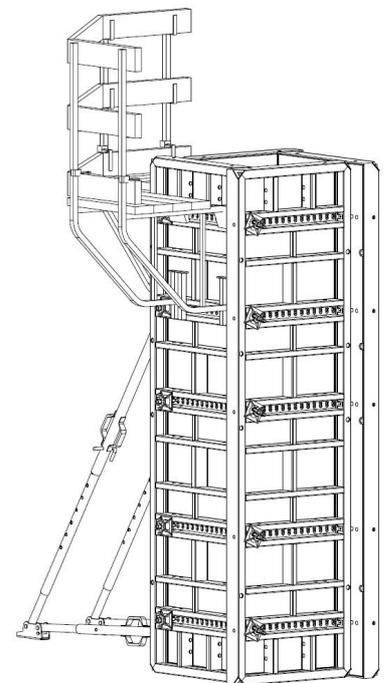

Рис. 72
3. Установить ограждение и зафиксировать гвоздями. (Рис. 72)